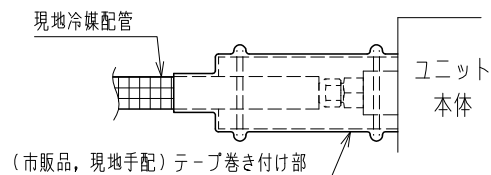

図4
4. 断熱パイプと現地冷媒配管との接合部および断熱パイプ接合部が露出ないように、市販の配管施工用テープを巻き付けてください。（図4）